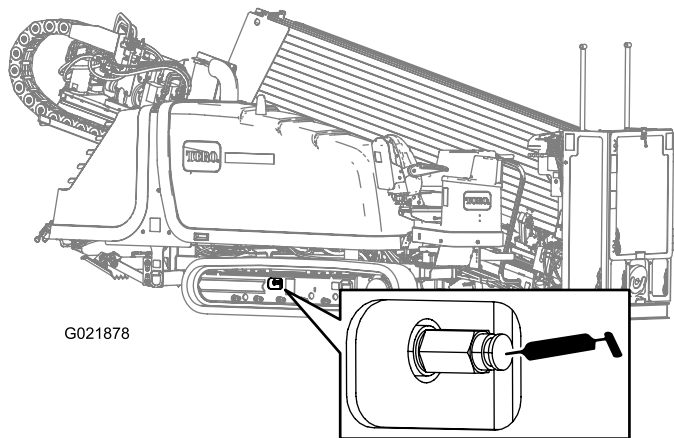

Bild 137
2. Entfernen Sie Schmutz und Rückstände im Bereich des Schmierventils für die Kettenspannung (Bild 137).
4. Bringen Sie Schmiermittel auf den Nippel auf, bis die Spannung 22063 kPa (3200 psi) beträgt, siehe Bild 137.
4. Drehen Sie das Schmierventil für die Kettenspannung **maximal eine Umdrehung** gegen den Uhrzeigersinn (Bild 137).